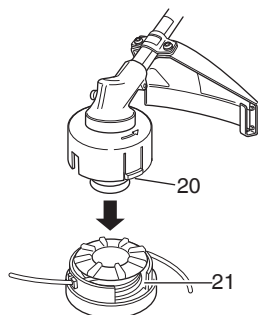

Fig. 25
- (6) Placez le couvercle sur le boîtier de façon à ce que les attaches de blocage (20) sur le couvercle rencontrent les longs trous (21) sur le boîtier. Ensuite, appuyez bien sur le boîtier jusqu'à ce qu'il s'enclenche. (Fig. 25)